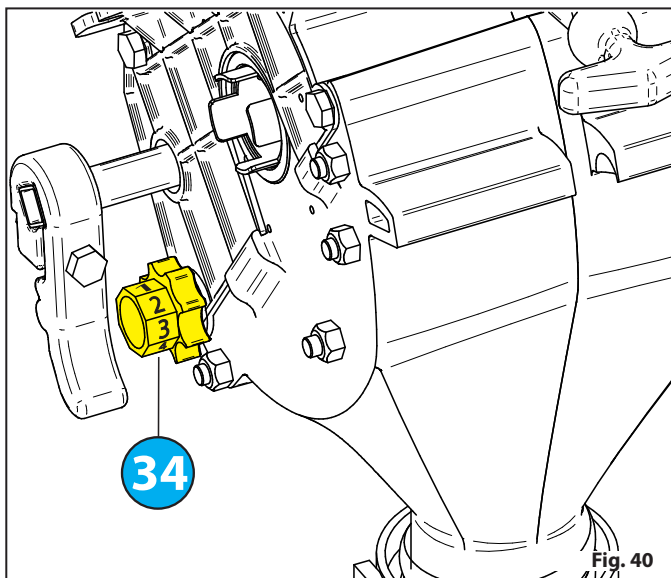

Fig. 40
- Ustawić na pożądanej pozycji każdą rączkę regulacyjną **34** na każdym dozowniku "Fig. 40".